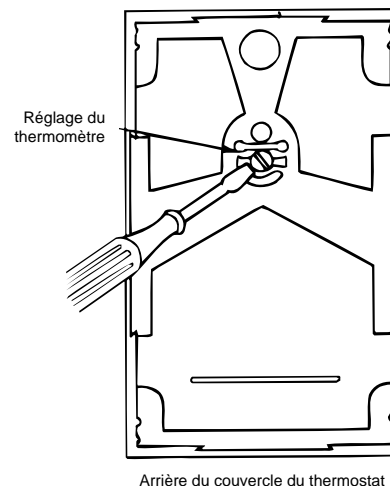

Figure 4. Étalonnage du thermomètre du thermostat
4. Si les deux thermomètres ne concordent pas, introduisez la pointe d'un petit tournevis plat dans l'axe du thermomètre, qui est situé à l'arrière du couvercle. Réglez le thermomètre du couvercle pour le faire concorder avec l'autre (figure 4).